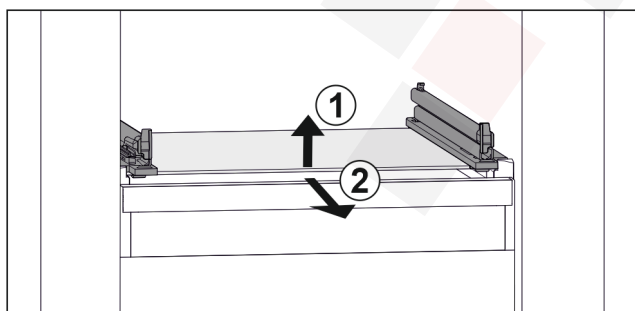

Fig. 106 Az üveglap példaként szolgáló ábrázolása
- ▶ Emelje meg az üveglap elejét. Fig. 106 (1)
- ▶ Vegye ki az üveglapot előrefelé. Fig. 106 (2)